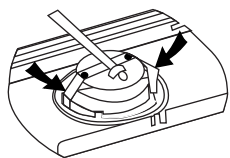

Fig. 01
- D | Não utilize conexões do tipo "T" ou nenhum outro tipo de adaptador **fig. 01**;